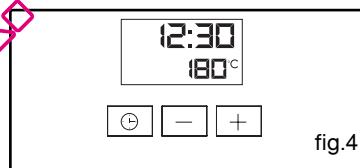

fig.4
Appuyez sur la touche "⌚" pour valider (fig.4).
- l'indicateur de durée de cuisson et 0:00 clignotent (fig.4),
L'affichage repasse à l'heure du jour en ramenant le sélecteur de fonctions sur 0 (fig.4).